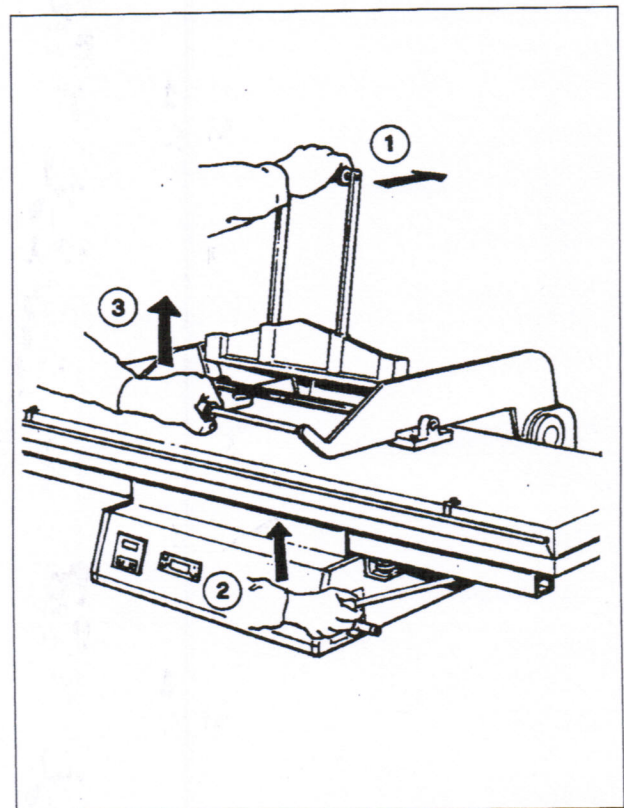

Fig. 9
- Riportare la maniglia centrale in posizione di riposo (Fig. 9 Pos.1).
- Alzare la leva d'apertura (Fig. 9 Pos. 2) e tenendola sollevata alzare il piano (Fig. 9 Pos. 3).
- Move the central handle to the rest position (Fig. 9 Set. 1).
- Lift the surface while lifting the opening lever (Fig. 9 Set. 2) (Fig. 9 Set. 3).
- Remettre la poignée centrale sur la position de pause (Fig. 9 Pos. 1).
- Lever la manette d'ouverture (Fig. 9 Pos. 2), la maintenir soulevée et lever le plan (Fig. 9 Pos. 3).
- Den mittleren Griff wieder in Ruhelage stellen. (Abb. 9 Pos. 1).
- Den Öffnungshebel (Abb. 9 Pos. 2) anheben und bei angehobenem Hebel die Platte anheben (Abb. 9 Pos. 3).